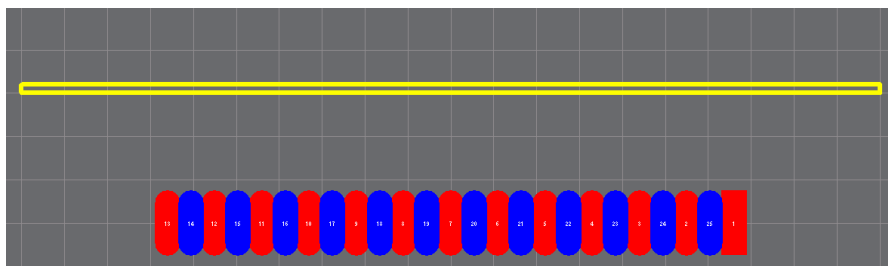

图 10.24 绘制的线框
(16) 单击工作区下方的“Top Overlay”层标签, 选择顶层丝印层“Top Overlay”为当前编辑层。
(17) 单击工具栏中的布置直线工具按钮, 或者在主菜单中选择“Place”->“Line”命令, 启动绘制直线命令。
(18) 依次在工作区坐标分别为(-1000, 0)、(1000, 0)、(1000, 20)、(-1000, 20)和(-1000 mil, 0)的点上单击鼠标, 绘制如图 10.24 所示的线框, 然后单击鼠标右键, 结束直线的绘制。